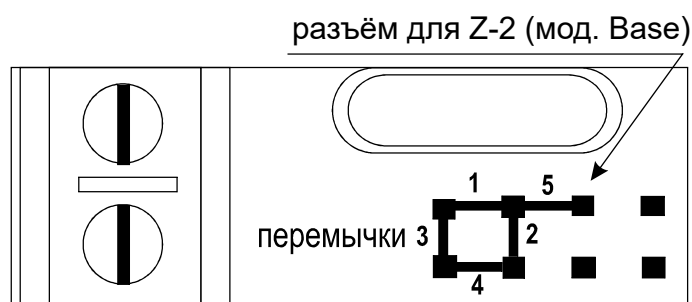

Рис. 3 Положение переключек
В комплект поставки контроллера Z-5R входит перемычка, которая используется для программирования контроллера (всего пять положений) (см. рис.3).
4. Установите защитный диод (см. Рис.6). В случае, если замок электромеханический, установите переключку в положение 1 (см. рис.3).